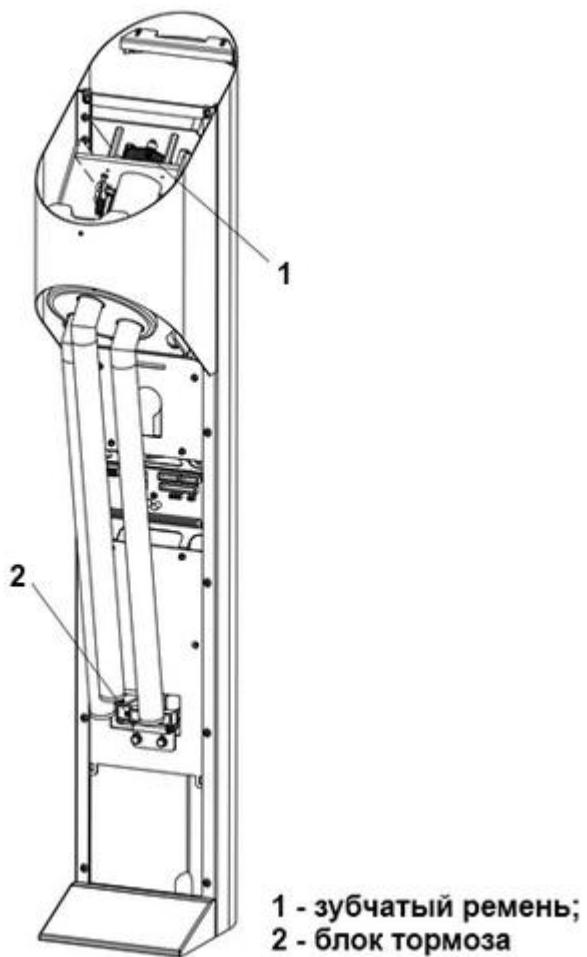

Рисунок 19 – Зубчатый ремень турникета (центральная стойка турникета)
- 3.6.4 Проверить состояние зубчатого ремня и его натяжение (Рисунок 19 – 1).
- 3.6.5 Проверить общее состояние резиновой пластины блока тормоза (Рисунок 19 – 2).